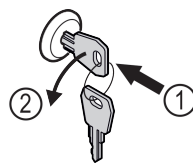

Fig. 160
- ▶ Iespiediet atslēgu. Fig. 160 (1)
- ▶ Grieziet atslēgu par 90° pretēji pulksteņrādītāja virzienam. Fig. 160 (2)